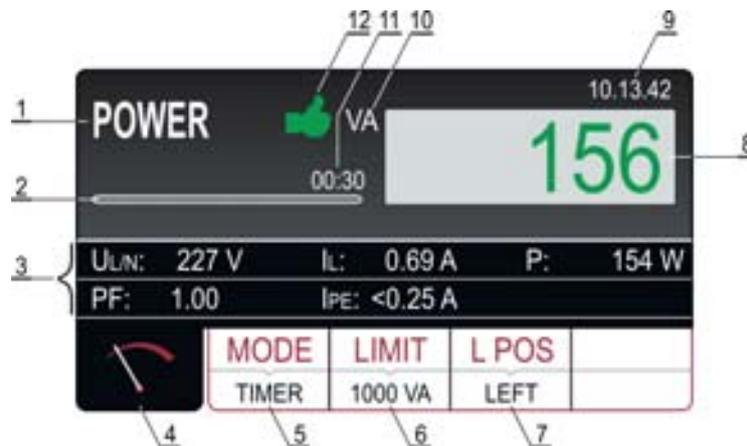

Fig. 64: Pantalla con el resultado de la prueba POWER
9. El resultado de la prueba (potencia aparente) se mostrará en color verde si es inferior o igual al valor límite configurado o en color rojo si es superior al valor límite configurado. El resultado final mostrará un símbolo verde y un sonido bip-bip si es OK un símbolo rojo y un sonido bip de mayor duración si es no OK. Vea la vista de la pantalla con el resultado de la prueba en la Fig. 64